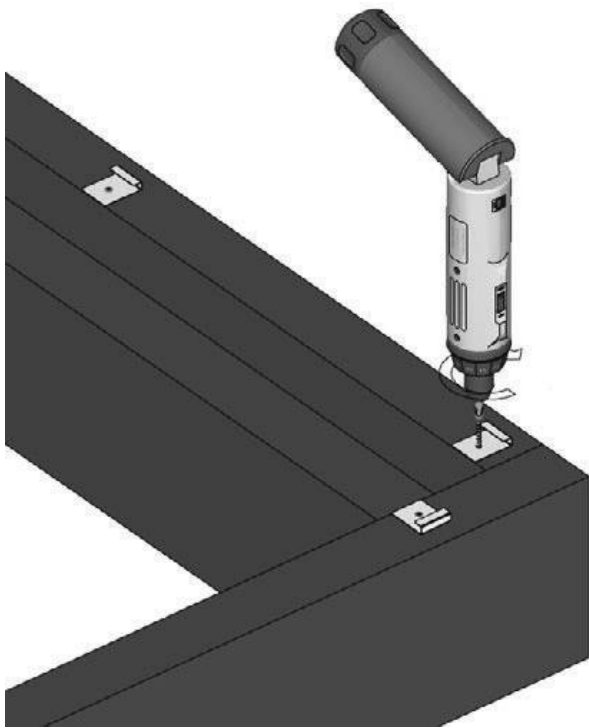

FIG. 21 – STARTCLIPS AM ÄUSSEREN BALKEN BEFESTIGT
- 01 Befestigen Sie Startclips am äußeren Balken (fig. 21) in Abständen von 300 mm.